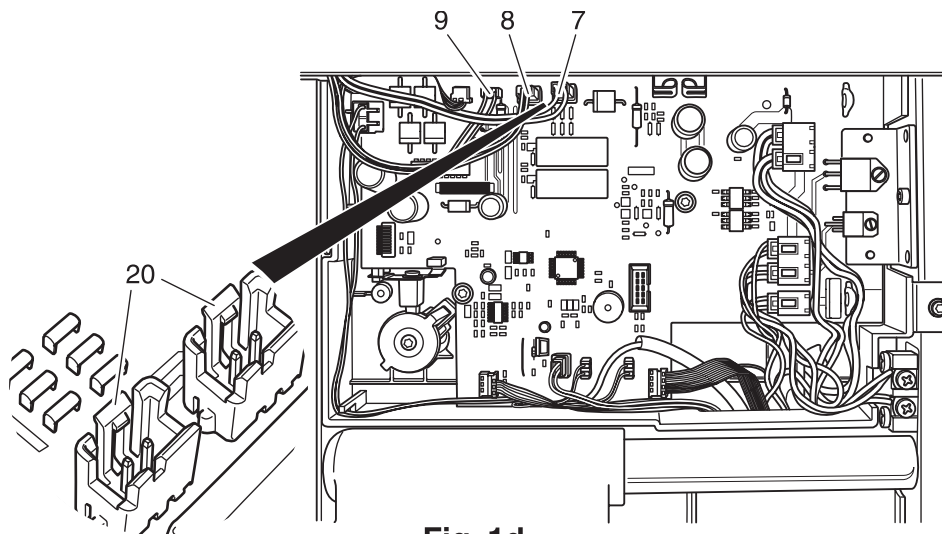

Fig. 1d
- Die Riegel 20 nur 1-2 mm abheben und die Steckverbinder 7, 8, 9 abziehen (Fig. 1d).